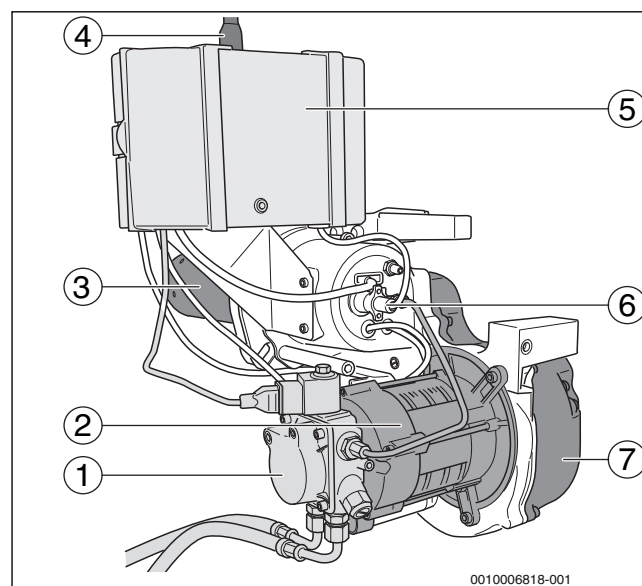

Fig. 1 Quemador BE 1.3 y 2.3
- Bomba de gasóleo con electroválvula y latiguillos de conexión de gasóleo (→ fig. 1, [1])
- Motor de quemador (→ fig. 1, [2])
- Cañón del quemador (→ fig. 1, [3])
- Programador digital de combustión SAFe30 con tecla de desbloqueo (→ fig. 1, [5])
- Fococélula (→ fig. 1, [6])
- Ventilador (→ fig. 1, [7])
El quemador (→ fig. 1) está conectado a través de un enchufe a red (→ fig. 1, [4]) y unido a la regulación mediante un cable de comunicación.